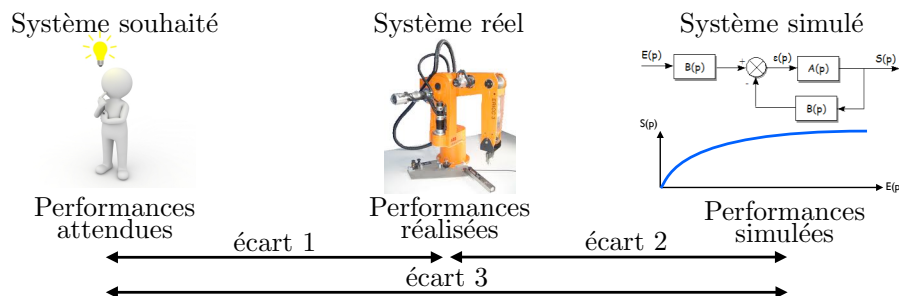

FIGURE 3 – Objectif de la démarche ingénieur : minimiser les écarts
- une conclusion générale pour permettre de caractériser les écarts entre les performances du système réel, du modèle numérique et du cahier des charges (Figure 3).